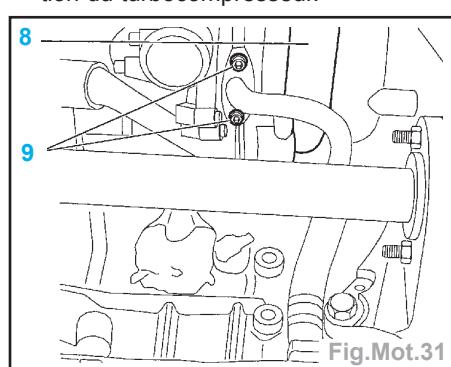

Fig.Mot.31
- Reposer (Fig.Mot.31) :
- le turbocompresseur (8),
- les vis (9) (si échange turbocompresseur),